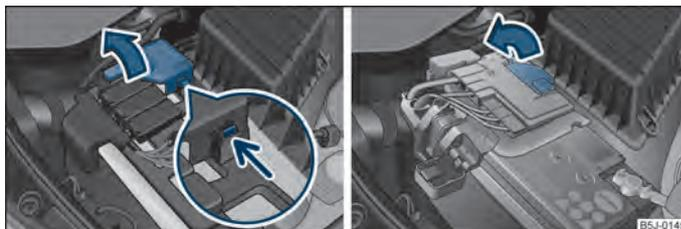

Abb. 132 Batterie: Abdeckung hochklappen (automatisches Getriebe) / (Schaltgetriebe)
- Entriegeln Sie die Verrastung an der Pluspol-Seite der Batterie ⇒ Abb. 132 - links.
- Klappen Sie die Abdeckung in Pfeilrichtung hoch ⇒ Abb. 132 - links (automatisches Getriebe) bzw. ⇒ Abb. 132 - rechts (Schaltgetriebe).